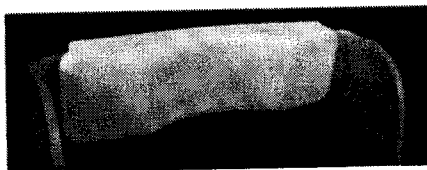
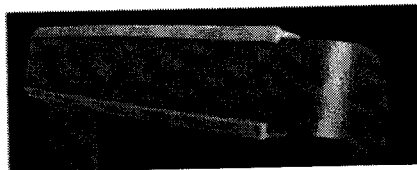

Fig. 5 – Apoyo para la frente, lado paciente
Fig. 6 – Apoyo para la frente, lado trasero
- instalar el apoyo para la frente de silicona (colocado en la caja de accesorios) en el marco del apoyo para la frente, como se muestra en las siguientes imágenes (Fig. 5 y Fig. 6);